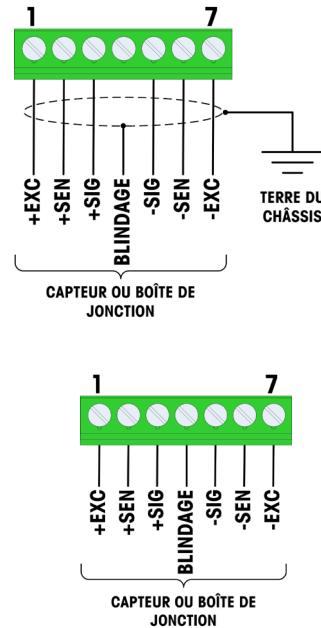

Figure 2-23 : Terminaison du capteur, Masse du châssis (en haut) et Broche de masse (en bas)
Le Tableau 2-4 et la Figure 2-23 présentent les définitions du terminal pour la barrette des capteurs analogiques du terminal. Veuillez noter que lors de l'utilisation des capteurs à quatre conducteurs, les cavaliers doivent être placés entre les bornes +Excitation et +Détection, et entre les bornes -Excitation et -Détection.
3. Connectez les conducteurs du capteur au connecteur sur la carte principale. Reportez-vous au code des couleurs du câble du capteur étant connecté et à la Figure 2-23.
5. La ferrite fournie en même temps que le terminal est placée au niveau de l'extrémité du câble et des conducteurs branchés sur le connecteur du capteur. Reportez-vous au code des couleurs du câble du capteur étant connecté et à la Figure 2-23.
2. Positionnez la ferrite autour de l'extrémité du câble du capteur et fixez les conducteurs au connecteur de la carte principale. Reportez-vous au code des couleurs du câble du capteur étant connecté et à la Figure 2-23.
7. Fixez les conducteurs du capteur au connecteur sur la carte principale. Reportez-vous au code des couleurs du câble du capteur étant connecté et à la Figure 2-23.